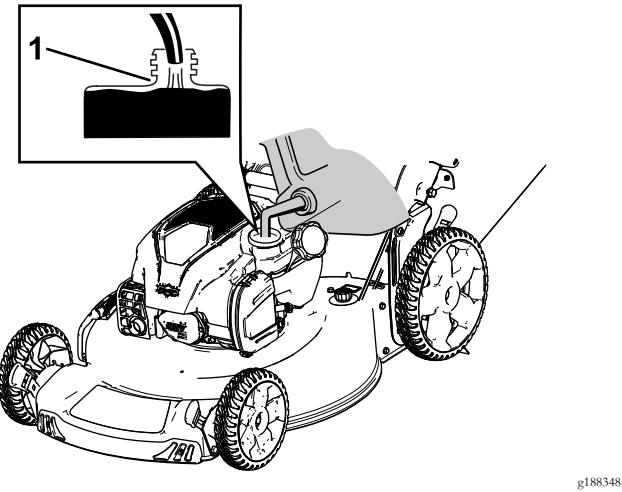

Figura 11
- Girate il tappo in senso antiorario ed estraete l'asta di livello (Figura 11).
- Controllate il livello dell'olio sull'asta (Figura 11).